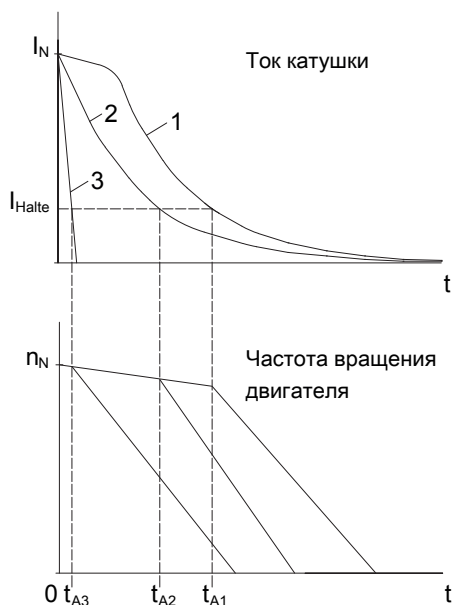

Рис. 3. Принципиальная характеристика тока тормозной катушки и частоты вращения двигателя при отключении по сети переменного (1, 2) и постоянного (3) тока
- а) Питание выпрямителя от клеммной панели двигателя (рис. 3, кривая 1)
- б) Отдельное питание выпрямителя (рис. 3, кривая 2)
### 4.1.2.2 Обрыв электрической цепи постоянного тока магнитной катушки (рис. 3, кривая 3)